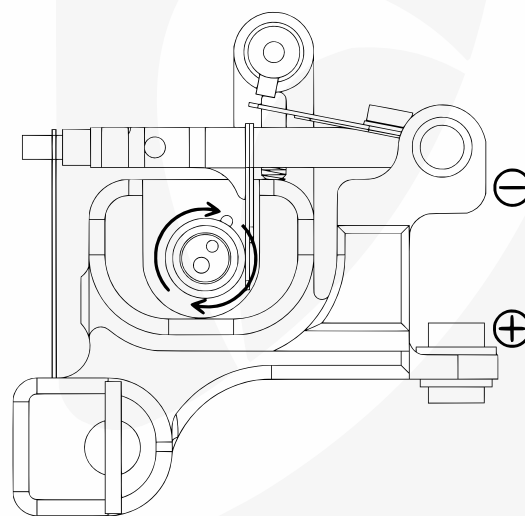

Fig 1: Connexion correcte du clipcord et sens de rotation du moteur
- **Fil rouge (+)** : Il doit être connecté à la **borne inférieure** du connecteur de la machine. (Fig. 1)
- Lors de la mise en marche de la machine, vérifiez que le **moteur** tourne dans le **sens des aiguilles d'une montre**. C'est la **bonne direction** pour garantir un coup **ferme et cohérent**. (Fig. 1)
- Si le moteur tourne dans le sens opposé, débranchez le **clipcord** et inversez les connexions de **polarité**. (Fig. 1)